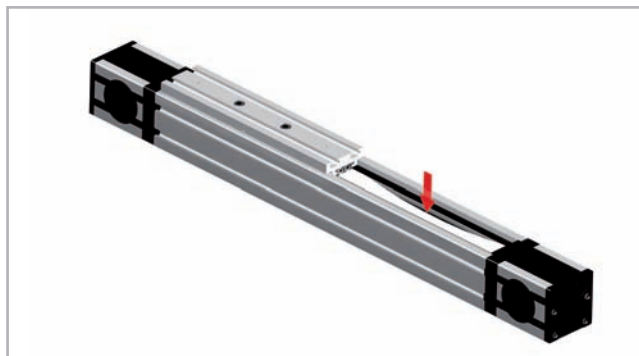

Abb. 40
2. Drücken Sie den Zahnriemen in Höhe des halben Verfahrensweges etwas ein, damit Sie die innenliegenden Schienen sehen können (s. Abb. 40). Evtl. ist die Riemenspannung zu lösen oder zu lockern. Siehe hierzu Kapitel Riemenspannung (s. S. US-63).